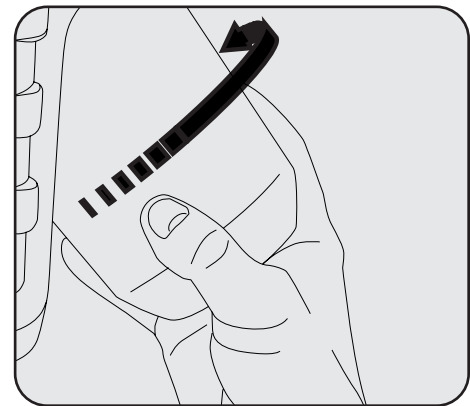

Figura 2
2. Gire el regulador de la parte posterior del calentador hacia afuera para facilitar la instalación del tanque. Atornille el cilindro de suministro de gas LP desechable de 1 lb en sentido horario (desde la parte inferior) en el calefactor portátil hasta que quede bien apretado a mano. Vea la Figura 2. No utilice sellador para roscas en esta conexión.